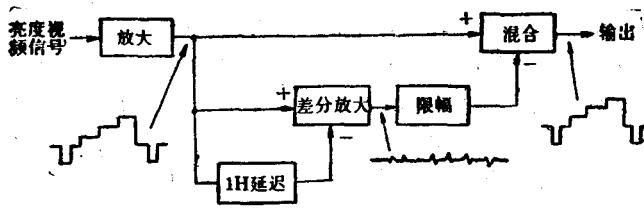
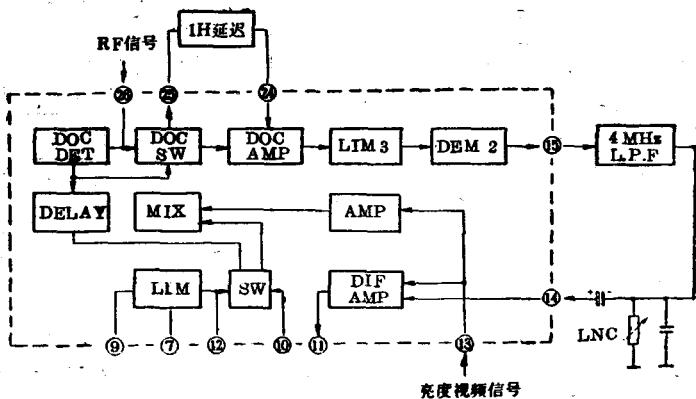

图 11 行相关消噪电路原理
图 12 行相关消噪电路
(3) 噪声消除电路
为了减少画面噪声，该机在亮度重放电路中，用了两种不同的消噪电路。在解调之后与去加重之前，采用“行相关消噪电路”；在去加重之后，又采用了“高频噪声消除电路”，用以消除不同类型的噪声。前者的原理如图 11 所示，它是根据实际画面中，垂直方向具有较强的相关性，从而利用上、下两行检出噪声信号予以抵消。解调后的视频亮度信号和经过一行延迟的前一行视频信号同时送至差分放大器。由于上、下两行的亮度信号相关，可作为共模信号，受到差分放大器抑制。而混在亮度信号中的随机噪声，则作为差模信号得到放大，限幅后与原来含有杂波的亮度信号在混合器相减而被消除，从而提高整机的信噪比。电路如图 12 所示。加至差分放大器一端(AN3320S ⑭脚)的延迟一行的视频信号，其通路是这样的：由 AN 3320S ⑯脚输出的亮度 RF 信号经过 1H 延迟(与失落补偿电路共用)，送回至 IC 的 ⑯脚，经放大、限幅、解调和滤波，上一行的视频亮度信号就加至 ⑭脚，而解调后的视频亮度主信号加至差分放大器另一端⑬脚，调整低噪声控制(LNC)电位器，使两个输入的亮度电平一致，这样差分输出的是随机噪声信号，经阻容(外电路)耦合至 IC 的 ⑯脚。它